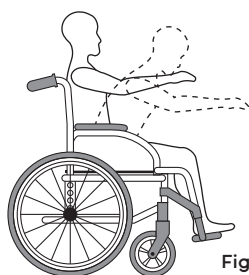

Fig 5
Los límites de equilibrio para alcanzar un objeto se describen en las [Fig. 5, 6 y 7], estos han sido establecidos mediante el estudio de una muestra representativa de usuarios de sillas de ruedas.
- Solamente puede extender los brazos fuera del asiento de la silla de ruedas. [Fig. 5]